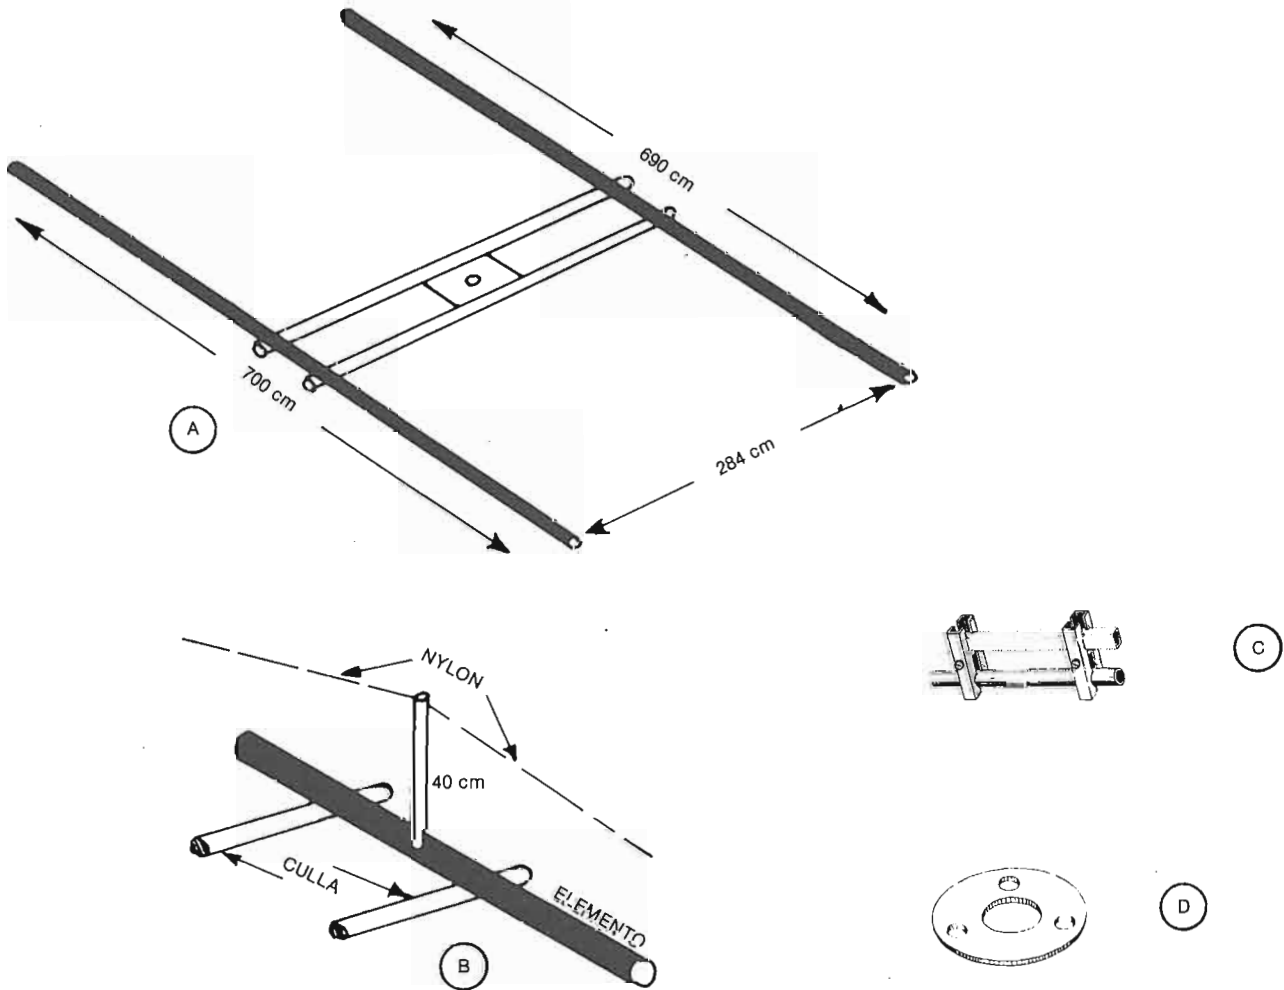

Fig. 7
- per l'autocostruttore è assai più facile montare elementi che sono «tutti d'un pezzo» piuttosto che interrompere meccanicamente la loro continuità al centro: Fig. 7.
Riguardo alla costruzione meccanica, la soluzione illustrata in Fig. 7, è una delle più semplici:
te una fascetta di raccordo a T (minuteria di comune uso nei montaggi d'antenne TV) - particolare B di Fig. 7.